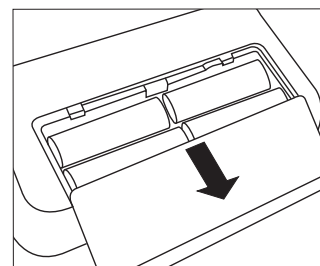

Fig. 1
- Abra la tapa del compartimento de las pilas situado en la parte inferior del aparato (véase fig. 1). Introduzca las pilas (véase el capítulo 13 Datos técnicos). Compruebe que se introducen con la polaridad correcta ("+" y "-"). Cierre el compartimento de las pilas. 12 h o 24 h parpadearán en la pantalla. Ajuste ahora la fecha y la hora como se describe abajo.